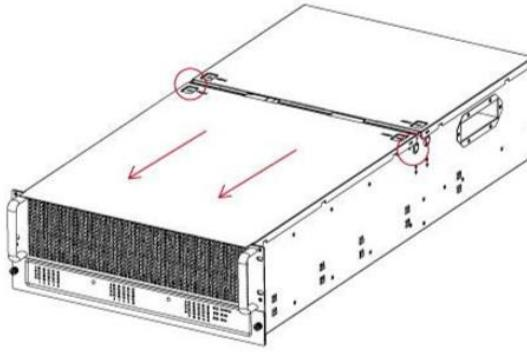

Рисунок 161. Снятие передней верхней крышки
3. Сдвиньте верхнюю крышку вперед, пока она не освободиться от защелки, затем снимите ее с корпуса модуля хранения (см. Рисунок 161).